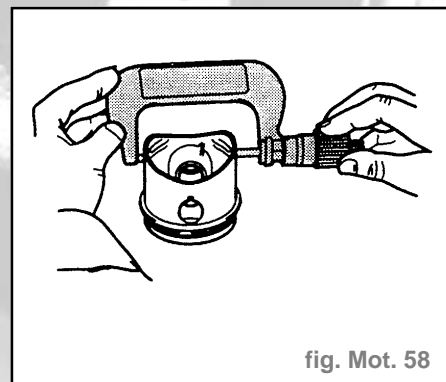

fig. Mot. 58
- Mesurer à environ **6 mm** du bord inférieur et suivant un diamètre décalé de **90°** par rapport à l'axe de piston (fig. Mot. 58). Différences par rapport à la cote nominale : **0,04 mm maxi**.